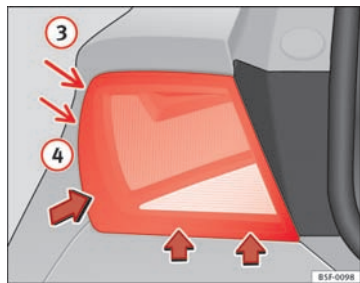

Fig. 144 Afmontering af
- Flyt lygten frem og tilbage i pilenes retning, indtil den løsner sig fra holderen (position ③ og ④) ⇒ Fig. 144.